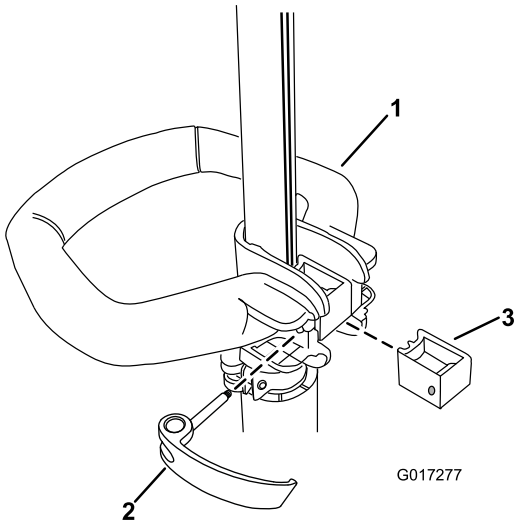

Figura 1
- Coloque la empuñadura auxiliar sobre el mástil de la desbrozadora con la superficie lisa hacia el operador (Figura 1).